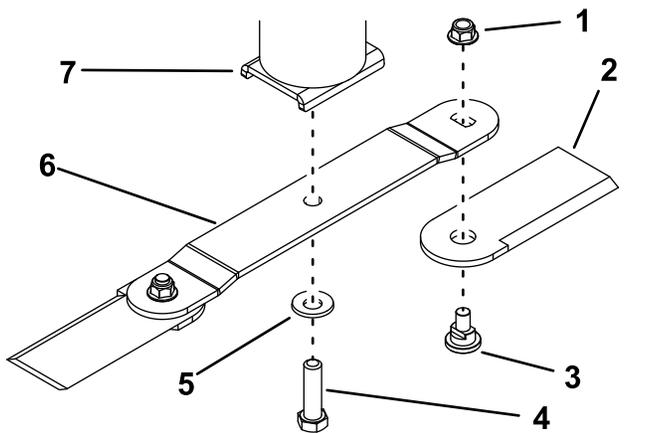

Рисунок 36
- Выверните болт ножа, снимите изогнутую шайбу и нож с крепления ножа в нижней части чаши шпинделя в сборе (Рисунок 36).
Если нож не сбалансирован, удалите некоторое количество металла только с задней стороны ножа (противоположной режущей кромке) (Рисунок 36).
1. Прикрепите нож к чаше шпинделя в сборе с помощью болта ножа и изогнутой шайбы (Рисунок 36).
3. Чтобы установить только шарнирные ножи, прикрепите каждый шарнирный нож к концу ножа с помощью болта и новой гайки для каждого шарнирного ножа (Рисунок 36). Затяните гайку с моментом от 103 до 127 Н·м.